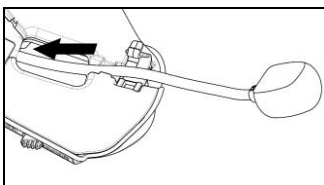

Fig. 14
- Posizionare il microfono alla lunghezza desiderata, facendo scorrere all'interno del rivestimento guanciale la parte in eccesso (Fig. 14).